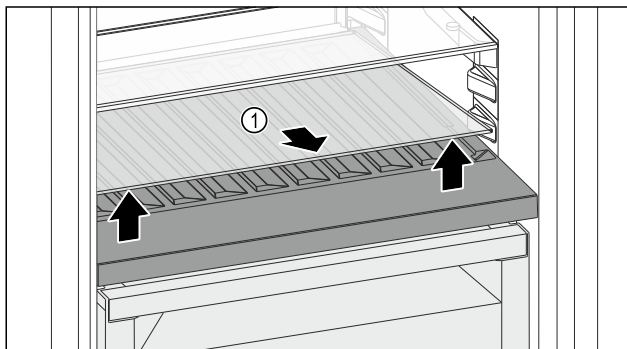

Fig. 114
- Levante la placa de vidrio Fig. 114 (1) por la entalladura de la parte delantera y retírela.
- Guarde la placa de vidrio Fig. 114 (1) de forma segura fuera del electrodoméstico.